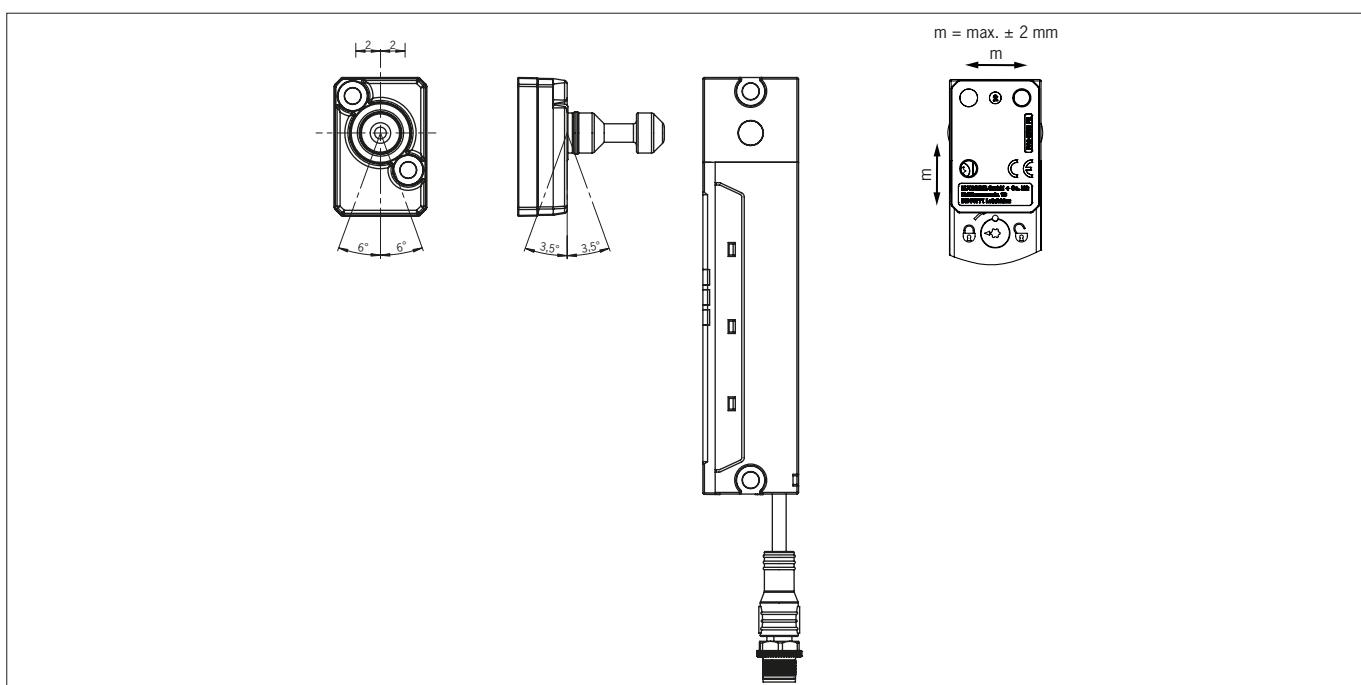

図4: アクチュエーターの最大偏向角および最大センターオフセット
- ・スイッチとアクチュエーターの最大許容傾斜角を順守してください（図 4 を参照）。